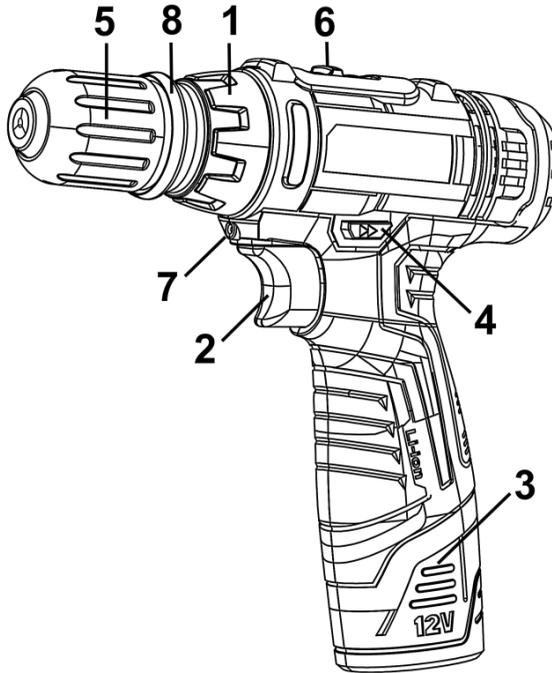

Рисунок 1
**4.3** Для ввімкнення виробу натисніть на клавішу вимикача (2) (рисунок 1). Для вимкнення виробу слід відпустити клавішу. Регулювання швидкості обертання патрону здійснюється ступенем натискання на клавішу вимикача.